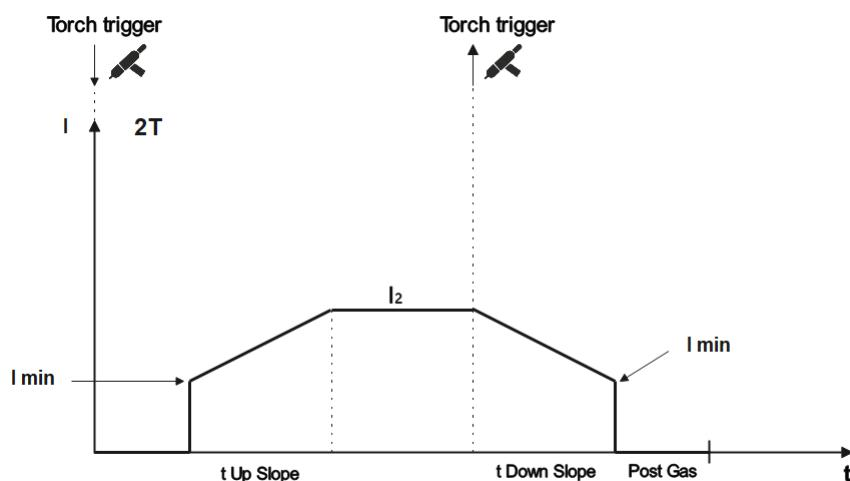

Fig 11.
* 2T – Cuando el gatillo de la antorcha (Torch trigger) es presionado, el gas comienza a fluir hasta que el soldador efectúe la ignición por LIFTIG (ver Fig.11) y el arco se establece. La corriente sube de acuerdo con el tiempo UPSLOPE para el valor ajustado de I_2 . Cuando el gatillo de la antorcha es liberado, la corriente disminuye de acuerdo con el valor ajustado de DOWNSLOPE, el arco se apaga y el tiempo POST GAS comienza.
** 4T - Cuando el gatillo de la antorcha (Torch trigger) es presionado, el gas comienza a fluir hasta que el soldador efectúe la ignición por LIFTIG (ver Fig.11) y el arco se establece. Se puede, liberar el gatillo. La corriente sube de acuerdo con el tiempo UPSLOPE para el valor ajustado de I_2 . Cuando el gatillo de la antorcha es presionado, la corriente disminuye de acuerdo con el tiempo ajustado de DOWNSLOPE, el arco se apaga y el tiempo POST GAS comienza.